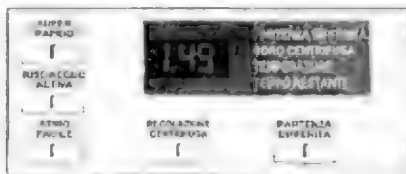

Рис. 1.6.6
- **1.49** — индикация даты разработки программного обеспечения «прошивки». где первая цифра означает год, а две последующие — неделю разработки (рис. 1.6.6).